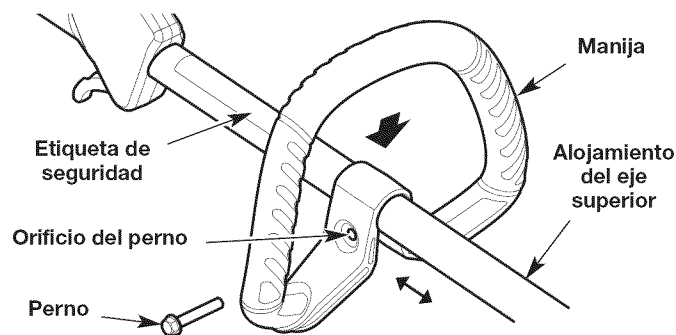

Fig. 2
1. Oprima la manija hacia abajo sobre el alojamiento del eje superior (Fig. 2). Asegúrese de que el orificio del perno mire hacia la derecha (Fig. 2).
2. Inserte el perno en el orificio del perno y oprímalo para que pase a través de él (Fig. 2). Ajuste el perno con un destornillador de cabeza plana, pero no lo ajuste completamente.
3. Mantenga la unidad en posición operativa (Fig. 9) y mueva la manija hasta una ubicación confortable (Fig. 2). Compruebe que la manija esté ubicada más allá del extremo de la etiqueta de seguridad (Fig. 2).
1. Afloje el perno con un destornillador de cabeza plana (Fig. 2).
2. Mantenga la unidad en posición operativa (Fig. 9) y mueva la manija hasta una ubicación confortable (Fig. 2). Compruebe que la manija esté ubicada más allá del extremo de la etiqueta de seguridad (Fig. 2).